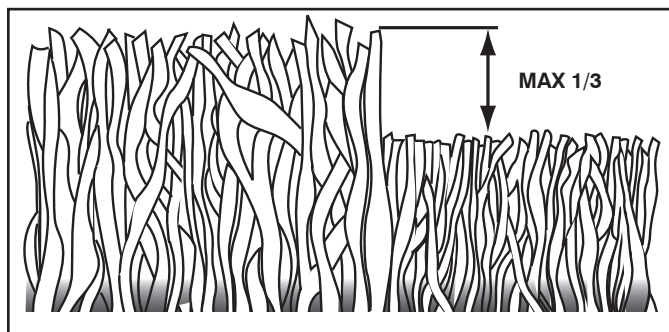

FIG. 11
- Pour les meilleurs résultats, ajustez la hauteur de coupe de la tondeuse afin que la tondeuse coupe seulement le tiers du haut de l'herbe (Voir Fig. 11). Au cas où l'herbe est très haute, il sera nécessaire d'élever la hauteur de coupe pour réduire les efforts de propulsion, pour éviter de surchauffer le moteur et pour éviter l'agglutination et l'abandon de masses d'herbe coupée. Pour les conditions de broyer de l'herbe très difficiles, réduisez la largeur de coupe en imbriquant l'allée auparavant coupée et tondez lentement.